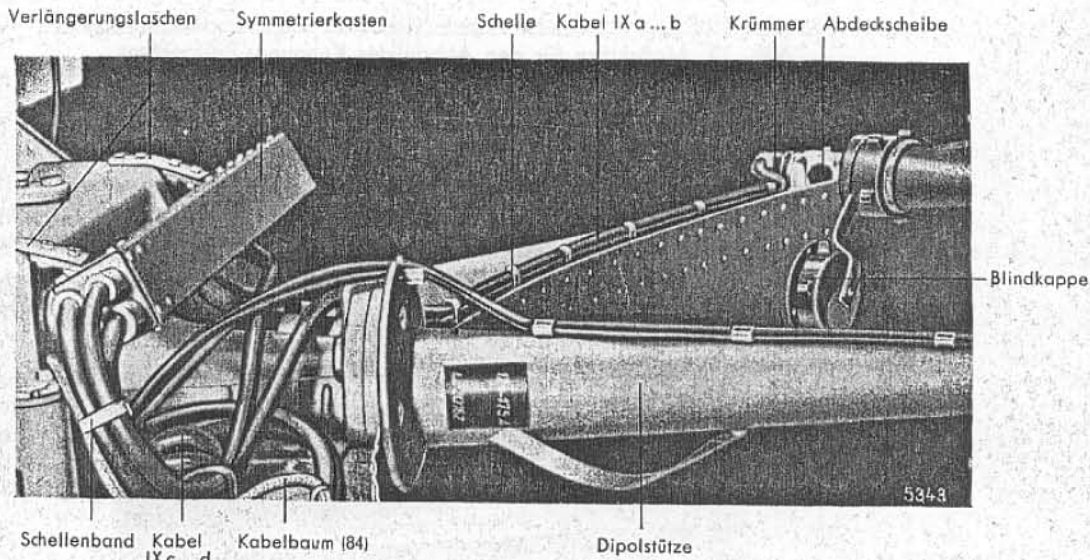

Abb. 15. Symmetriekasten, Kabel verlegt.
7. Anbau des Symmetriekastens auf dem Antennenkasten mit Schrauben M 5 x 20 (s. Abb. 15). Die Befestigungslaschen sind etwas nach unten abgebogen, damit sich die obere Spiegelhälfte vorbeischieben läßt. Durch evtl. Nachbiegen ist für berührungsfreies Vorbeidrehen zu sorgen.
Kabelpaare übereinandergelegt auf dem Spiegelrand mittels der mitgelieferten Schellen festlegen; die Gewindelöcher sind bereits vorhanden. Da die Strecke nach dem rechten Dipol kürzer ist, muß dieses Kabelpaar in der Nähe des Symmetriekastens in einer Schlaufe verlegt werden (s. Anlage b und Abb. 15). Festlegen der Schlaufe mit Schellenband.